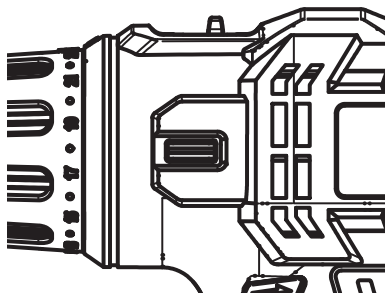

рис. 2
Во избежание повреждения инструмента не переключайте диапазон частоты вращения переключателем (5) во время вращения патрона (рис. 2).